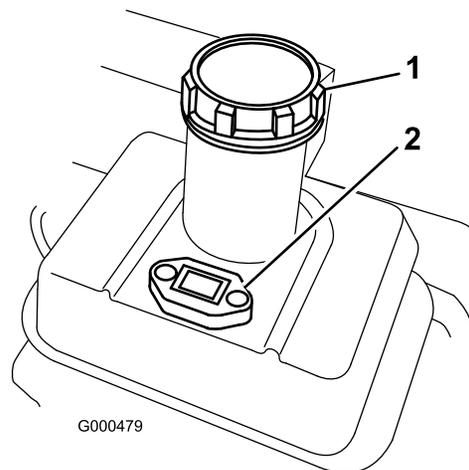

図 21
1. 燃料キャップ（図 21）の周囲をきれいに拭いてキャップ外す。無鉛ガソリンをフィルタ・スクリーンの下まで給油する。入れすぎないこと。